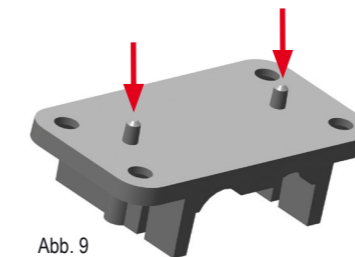

Abb. 9
- a) Schieben Sie nun die beiliegende Bohrschablone unter die Weiche, je nach ausgewählter Einbaulage des Antriebs. Übertragen Sie nun die Positionen der Markierungen ③ auf die Anlage (z. B. Durchstoßen mit einem spitzen Gegenstand, Kuli etc.) und bohren diese mit einem 2,1 mm bis (max.) 3 mm starken Bohrer durch die Anlagenplatte hindurch (Durchmesser der Positionierungsstifte am Kunststoffgehäuse: 2,0 mm). Diese dienen als Positionierungshilfe für die Führungszapfen der Grundplatte (Abb. 9).